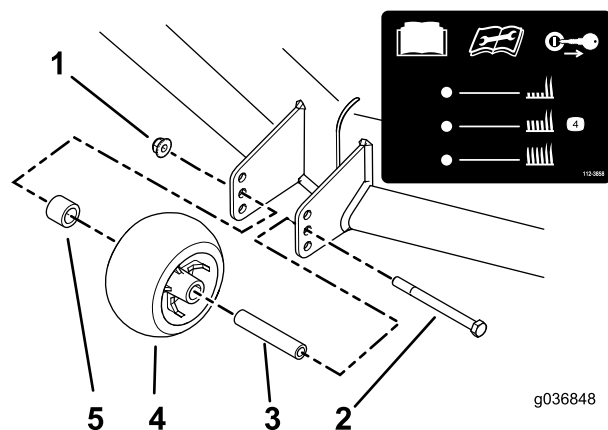

Figura 31
3. Ajuste los rodillos protectores del césped como se muestra en Figura 31.